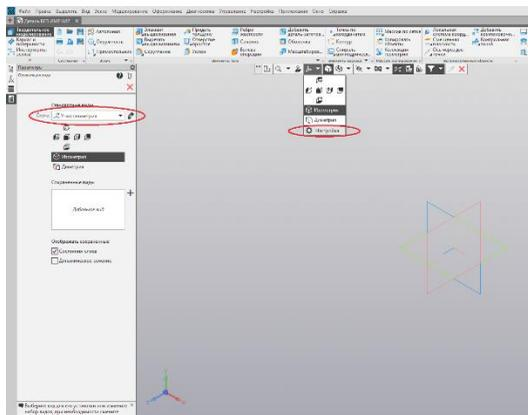

Рис. 5.
2. Устанавливаем ориентацию: Y-аксонометрия, изометрия (рис. 5).